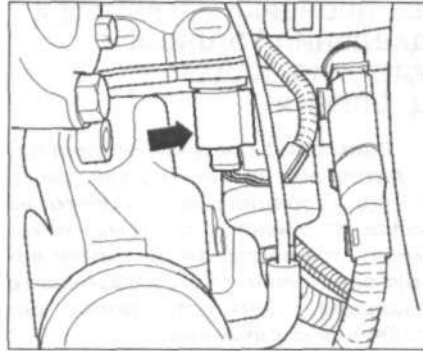

Рис. 4.36. Отсоедините четырехконтактный разъем проводки от датчика температуры охлаждающей жидкости (стрелка).
5. Отсоедините четырехконтактный разъем проводки от датчика температуры охлаждающей жидкости (стрелка) (рис. 4.36).
8. Отсоедините четырехконтактный разъем проводки от датчика температуры охлаждающей жидкости (стрелка) (рис. 4.36).